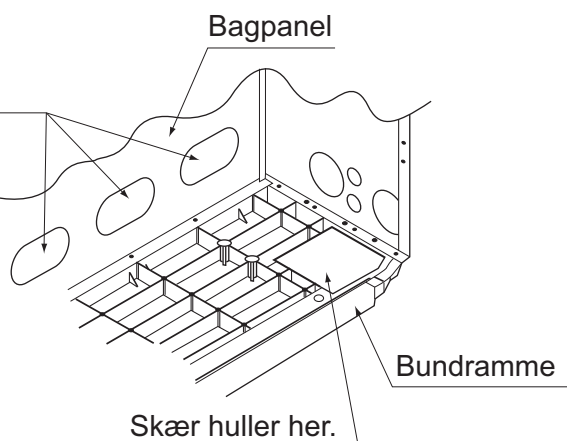

Fig. 14
- Åbn hullerne i bagpladen. (Se fig. 14)
- Skær huller i det viste område ved bundrammen. (Se fig. 14)